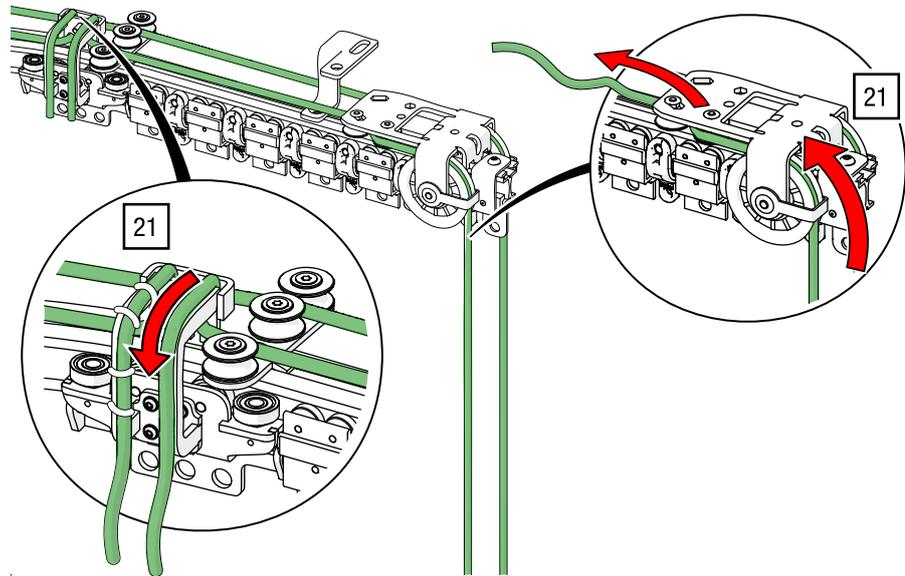

Abb. 100: Obenliegende Seilführung – Seilenden über Ableitrolle in Zugwagen führen
21. Führen Sie das zweite Seilende durch die Ableitrolle nach oben zum ersten Zugwagen und binden Sie am Zugwagen an mehreren Positionen mit Kabelbindern fest (siehe Abb. 100).